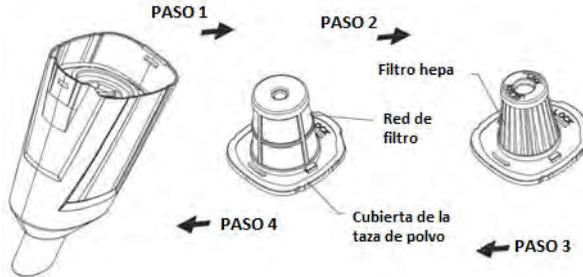

FIG.5
- Saca la tapa del depósito de polvo (paso 1), apaga la red del filtro de la tapa del depósito de polvo (paso 2), comprueba y aprieta el filtro HEPA de la tapa del depósito de polvo. (ver FIG.5)
- Apriete la red de filtro en la tapa de la copa de polvo (paso 3), ponga la tapa de la copa de polvo en la copa de polvo (paso 4). (ver FIG.5)